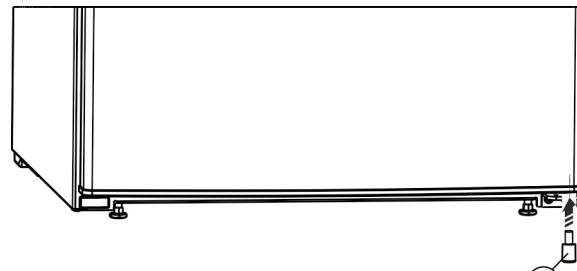

Fig. 8 (13)
- Снова вставьте в дверь распорную деталь Fig. 8 (13) справа внизу - это важно для обеспечения устойчивости устройства.